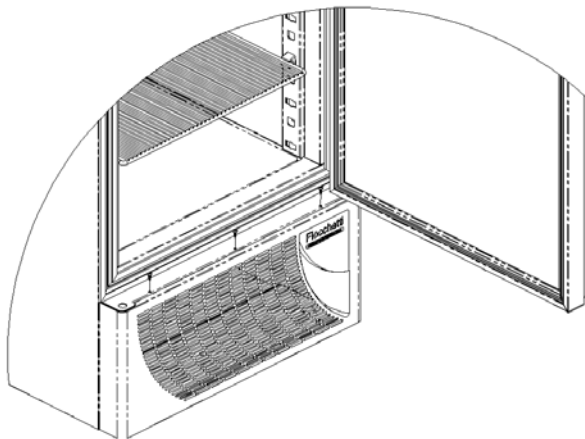

Bild 13
**Phase 1** Die Tür des Kühlschranks öffnen und mittels eines Kreuzschraubenziehers die 3 Befestigungsschrauben der Kühlerverkleidung entfernen (s. Bild 13)